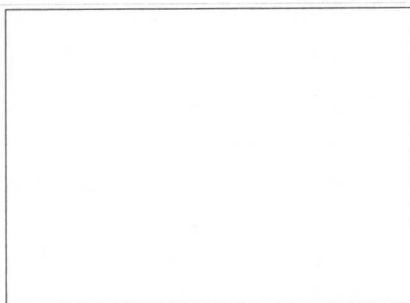

图 1-16 绘制图框
(3) 单击“缩放”工具栏中的“全部缩放”按钮, 或在命令行中输入“Z”并回车，输入“A”并回车，将图形全部显示出来，如图 1-16 所示。